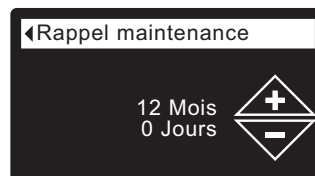

FIG. 84
7. Appuyez sur le SÉLECTEUR (O) pour ouvrir l'écran du rappel d'entretien (cf. Figure 84).